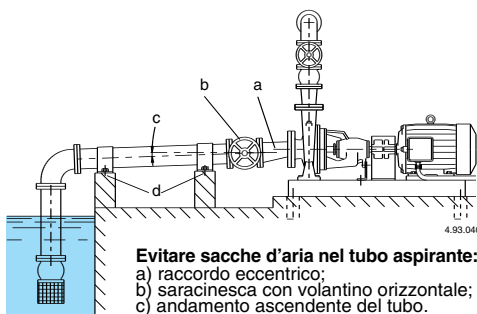

Fig. 4 Collegamento delle tubazioni.
Per il collegamento della bocca aspirante con un tubo orizzontale di diametro superiore impiegare un raccordo eccentrico (**fig. 4**).
**Non usare la pompa come sostegno delle tubazioni.** Le tubazioni devono essere ancorate su propri appoggi (**fig. 4**).